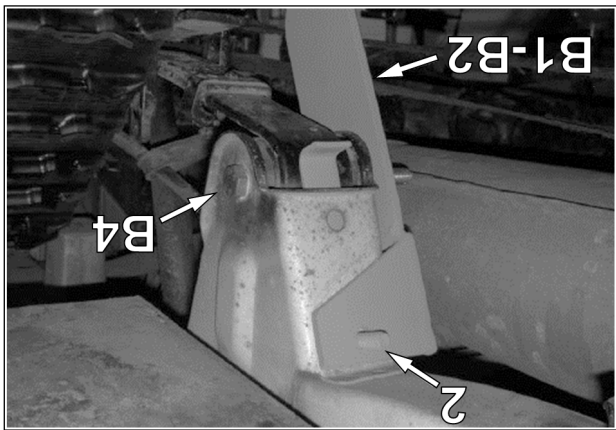

Fig. 5
boulon du couvert (2) inséré à l'étape précédente. Utiliser une rondelle plate (B5) et un écrou (B6) fournis pour fixer l'ancrage au boulon du couvert. Serrer à un couple de 50 Nm [37 lb-pi]. Voir la Fig. 5